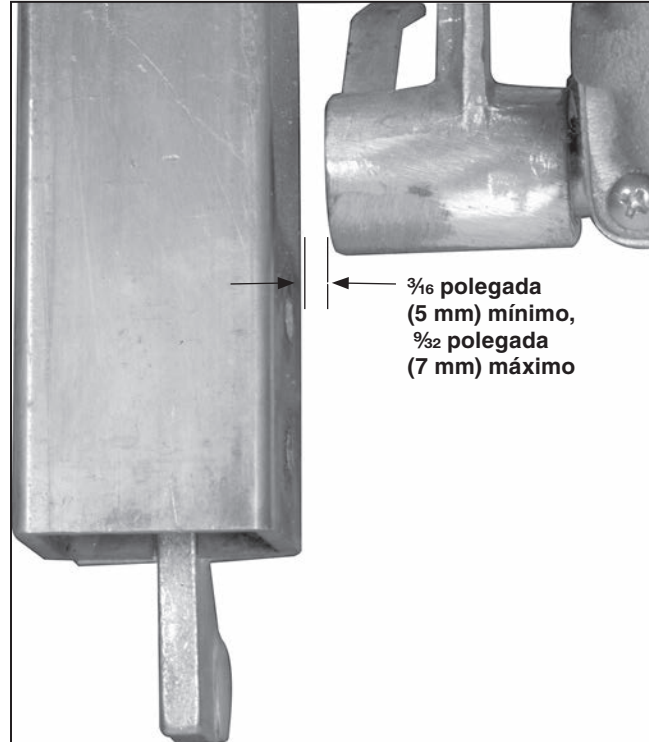

Figura 40. Deve haver uma folga entre a ponta do eixo da alavanca do interruptor e o conjunto da faca.
- (g) Mova *vagarosamente* o conjunto da faca em direção à posição fechada até que o conjunto da faca fique sob o eixo da alavanca do interruptor. Verifique se o vão entre a extremidade do eixo da alavanca do interruptor e o conjunto da faca está entre $\frac{3}{16}$ polegada (5 mm) e $\frac{9}{32}$ polegada (7 mm). Ver Figura 40.